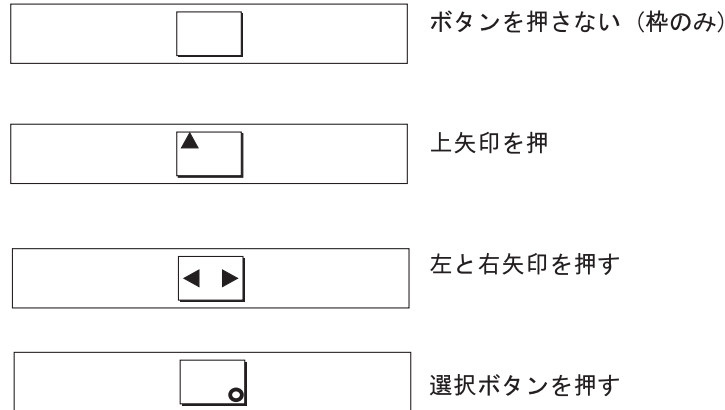

図 36. ボタンを押した場合のフロント・パネル表示
3. 上移動、下移動、左移動、右移動の各ボタンを押して、それらが作動しているか検査する。図 36 では、ボタンを押したときにフロント・パネルに表示される 4 つの例を示しています。ボタンのテストが完了したら、選択ボタンを 5 秒間押したままにして、テストを終了します。